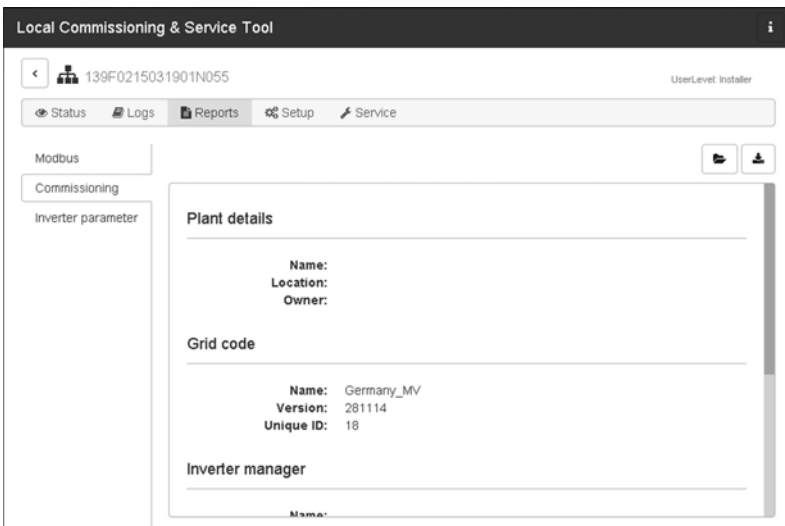

Imagen 5.9. LCS-Tool: informe de puesta en marcha
13. Tras la puesta en marcha, es posible descargar un informe de puesta en marcha en el menú **Reports**. El informe contiene toda la información sobre la configuración del inversor, incluidos los valores de desconexión reales de cada inversor. Mediante el símbolo de carpeta en el menú **Reports** es posible abrir un directorio de informes de puesta en marcha (incluyendo información del código de red). Consulte la imagen 5.9.